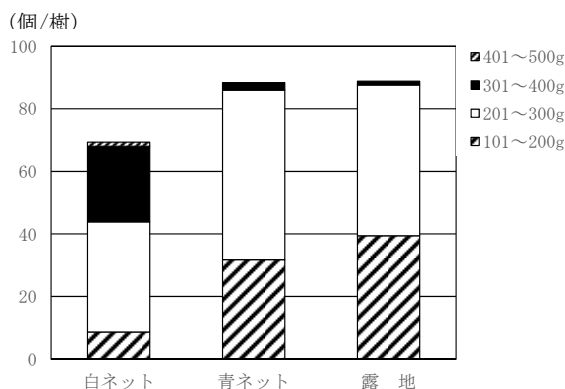

図2 各栽培圃場のサイズ別収穫量
4. サイズ別収穫量は、白ネットで200g以上(出荷規格「秀」)の果実の割合が高く、4年目の着果数も多かった(図2)。露地は小さな葉が多数着生し、1果あたりの葉面積は青ネットの2倍であり白ネットよりも高かったが、2015年(4年目)の収穫前の目視による果実肥大の比較では、ネットハウスに比べ露地は明らかに小さかった(表4)。